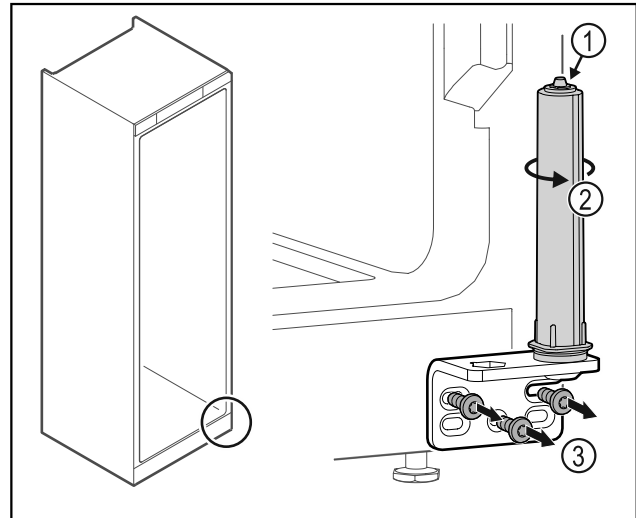

Fig. 32
- Nerozoberajte systém zatvárania dverí Fig. 32 (1).
- Otáčajte systém zatvárania Fig. 32 (2), kým nezacvakne.
- Odskrutkujte uholník závesu Fig. 32 (3).